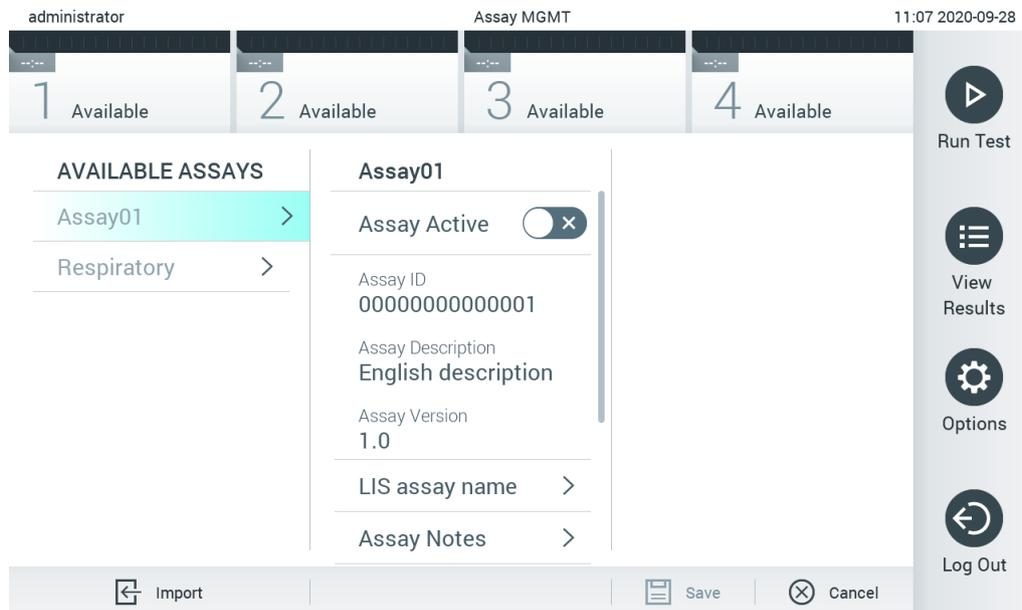

Figura 60. Ecrã Assay Management (Gestão de ensaios).
2. Para importar o(s) novo(s) ensaio(s) para o QIAstat-Dx Analyzer 1.0, prima o botão Options (Opções) e, em seguida, o botão Assay Management (Gestão de ensaios). O ecrã Assay Management (Gestão de ensaios) é apresentado na área de conteúdo do visor (Figura 60).